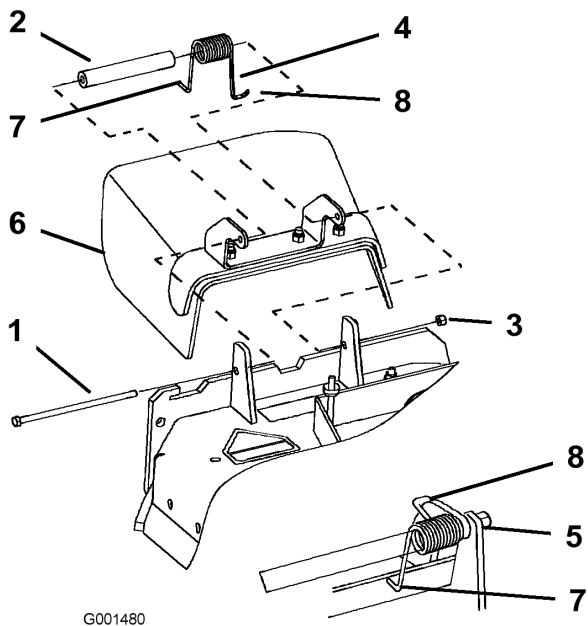

Figura 52
Nota: Asegúrese de colocar el extremo en L del muelle detrás del reborde de la plataforma antes de instalar el perno, según se muestra en la Figura 52.
- Instale el perno y la tuerca. Coloque el extremo en J del muelle alrededor del deflector de hierba (Figura 52).